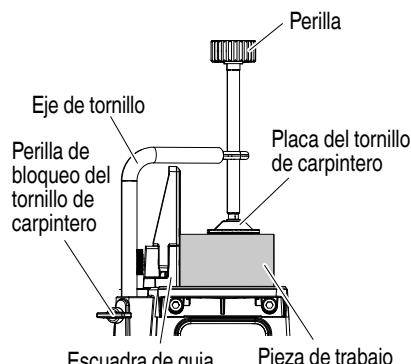

Fig. 30
- Gire la perilla superior y fije firmemente la pieza de trabajo en su lugar (Fig. 30).